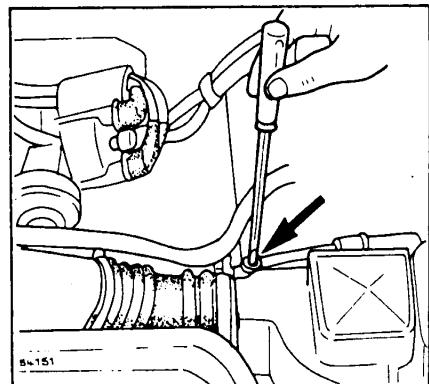

Рис. 3 Регулировка уровня выбросов CO
- Удалите заглушку винта регулировки уровня CO, расположенную на датчике расхода воздуха (рис. 3).